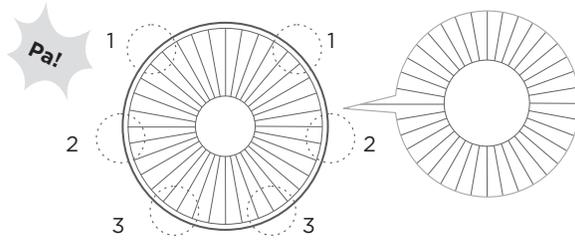

Abb. 9
- 5 Drücken Sie das Gitter nacheinander mit beiden Händen ein. Bei erfolgreicher Montage ist ein Klicken hörbar. (Abb. 9)